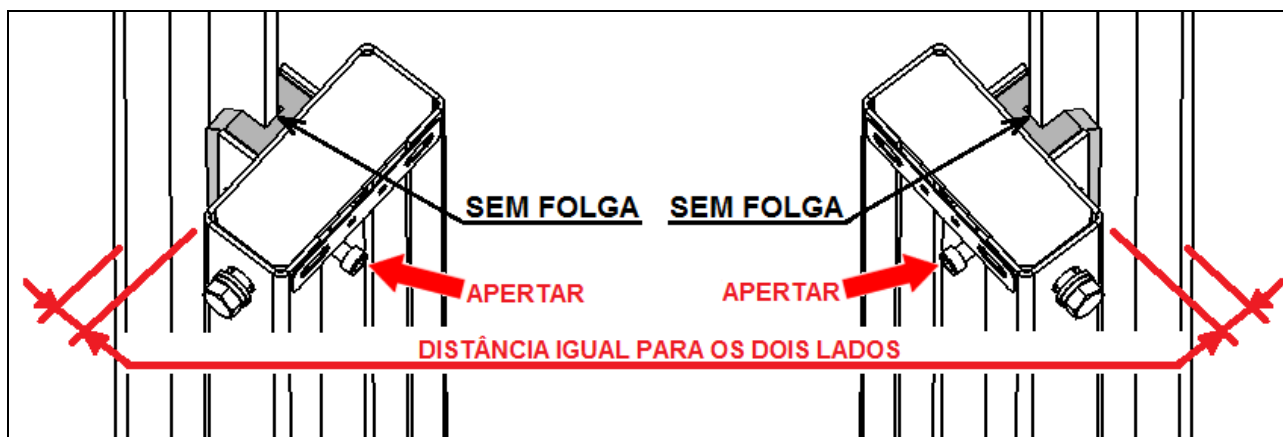

Figura 30: Ajuste das guias laterais da arcada
- Ajustar as folgas das guias laterais da arcada, conforme figura 30.